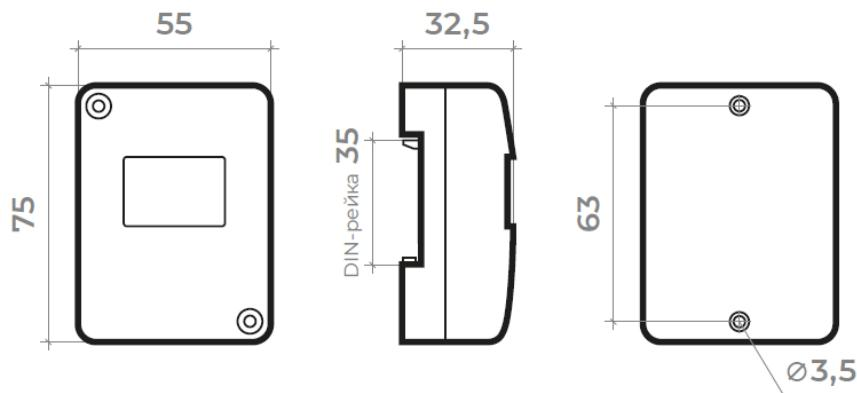
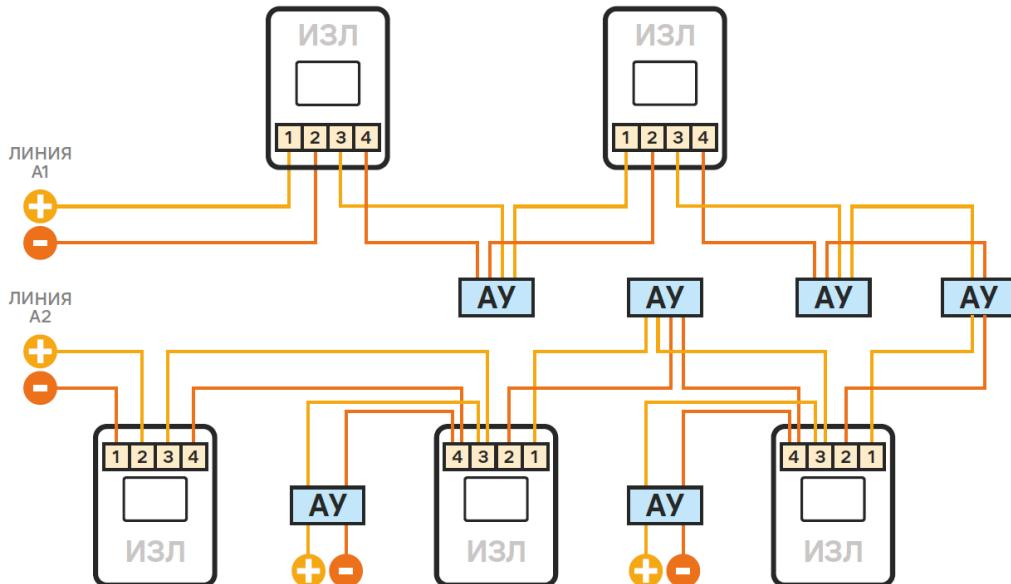

Рис. 1. Габаритные и установочные размеры изоляторов.
Рис. 2. Схема подключения изолятора к кольцевой адресной линии с ответвлениями.
- 2.2. Габаритные и установочные размеры изоляторов показаны на рис.1, схемы подключения - на рис.2.